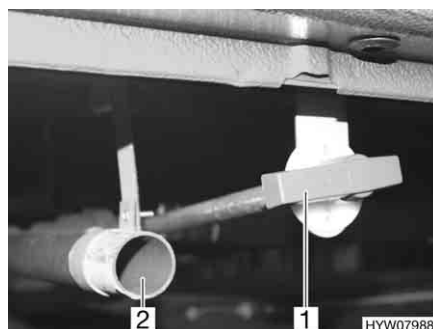

Fig. 63 Leva di comando e tubo di scarico del serbatoio delle acque grigie
La leva di comando (Fig. 63,1) per lo scarico delle acque grigie è installata accanto al tubo di scarico (Fig. 63,2) sul lato sinistro del veicolo.
- Fissare il tubo di gomma per lo scarico (accessorio opzionale) al tubo di scarico (Fig. 63,2).
- Aprire il rubinetto di scarico. A questo scopo ruotare la leva di comando (Fig. 63,1) del rubinetto di scarico di un quarto di giro. Le acque grigie vengono scaricate.
- Dopo la completa fuoriuscita delle acque grigie, richiudere il rubinetto di scarico. A questo scopo ruotare la leva di comando (Fig. 63,1) del rubinetto di scarico di un quarto di giro.